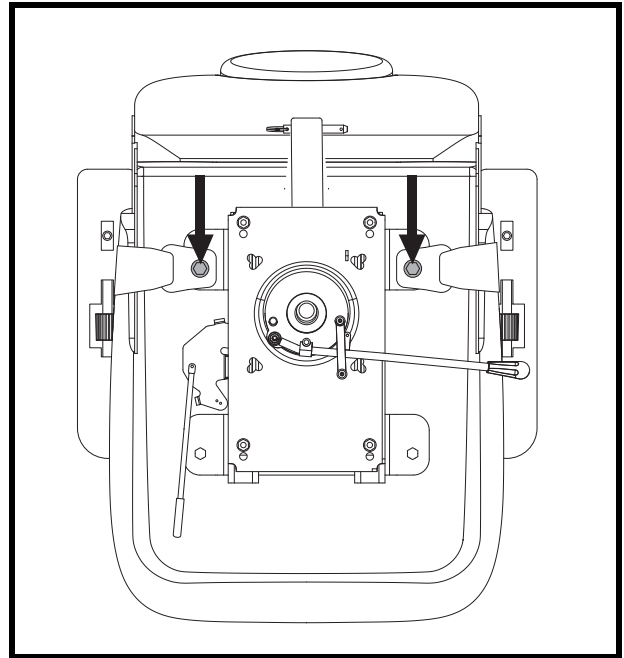

Figura 18. Tornillos del cinturón de seguridad
2. Dé la vuelta al asiento para ver la parte inferior del mismo. **Ver la figura 18.**